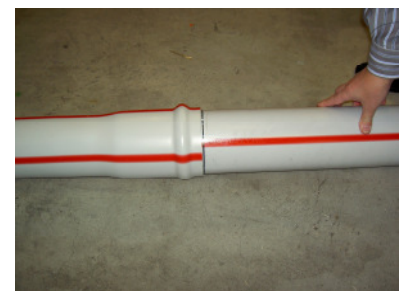

Bild 3
- Rohr am Ende anheben und von Hand mit einer Drehbewegung bis zur Markierung einschieben (Bild 3)